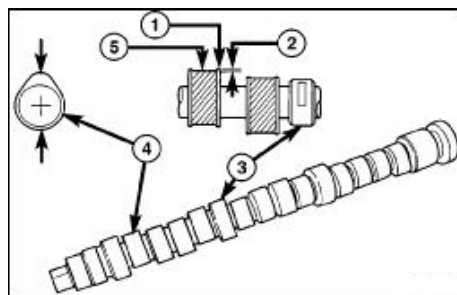

图 55 检查凸轮轴磨损
(图 55), 如果轴承套压坏, 请检查气缸盖是否损坏和气缸盖机油油孔。
(4) 测量凸轮突出部分真实磨损(图. 55) 或更换凸轮轴。